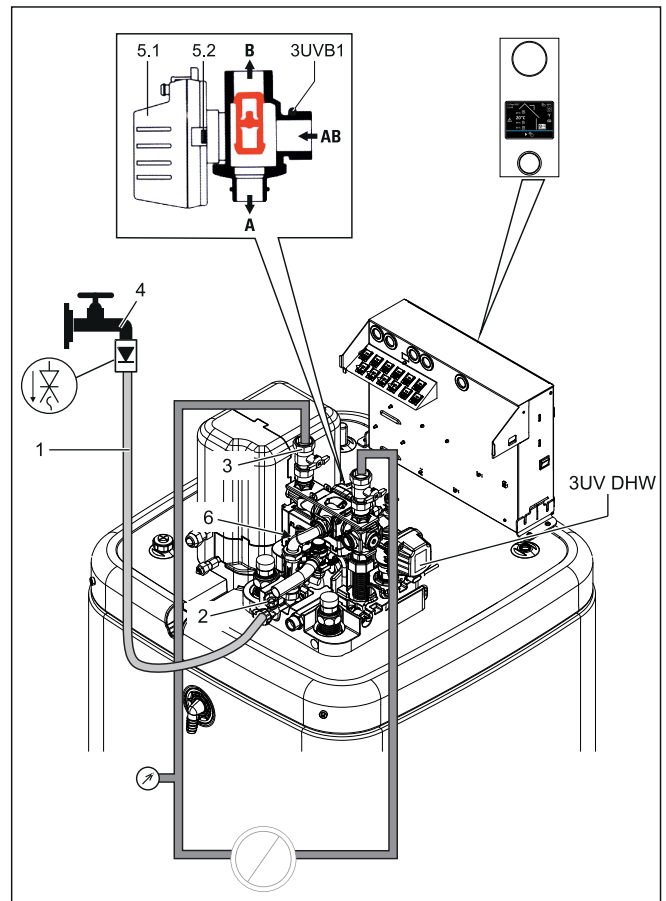

Bild 77-2 Påfyllning av värmekrets
- 1 Anslut påfyllningsslangen (Bild 77-2, pos. 1) med återflödesspär (1/2") och en extern manometer (på plats) till KFE-kranen (Bild 77-2, pos. 2) och säkra den med en slangklämma så att den inte kan glida av.
- 3 Öppna vattenkranen (Bild 77-2, pos. 4) på tilliedningen.
- 4 Öppna KFE-kranen (Bild 77-2, pos. 2) och iaktta manometern.
- 7 Stäng vattenkranen (Bild 77-2, pos. 4). KFE-kranen måste förbli öppen för att vattentrycket ska kunna läsas av på den externa manometern.
- 10 Kontrollera ständigt vattentrycket på den externa manometern under varmvattenvärmedriften och fyll vid behov på vatten via KFE-kranen (Bild 77-2, pos. 2).
- 12 Kontrollera åter vattentrycket på den externa manometern och fyll vid behov på vatten via KFE-kranen (Bild 77-2, pos. 2).
- 13 Ta bort påfyllningsslangen (Bild 77-2, pos. 1) med återflödesspär från KFE-kranen (Bild 77-2, pos. 2).
Tab. 77-2 Teckenförklaring till Bild 77-2